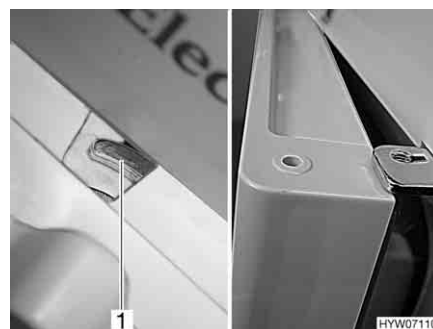

Bild 212 Kylskåpsdörr i ventilationsläge (Dometic 7-serie)
- Fäll låsanordningen helt åt höger. Kylskåpsdörrens läge låses av dörrspärren (Bild 212,1). Därvid stannar kylskåpsdörren i öppet läge (Bild 212).